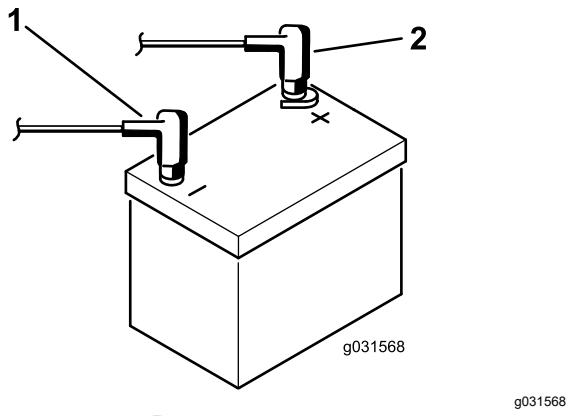

Рисунок 4
8. Подсоедините положительный кабель (красный) к положительной клемме (+), а отрицательный кабель (черный) – к отрицательной (-) клемме аккумуляторной батареи и закрепите их болтами и гайками (Рисунок 4).